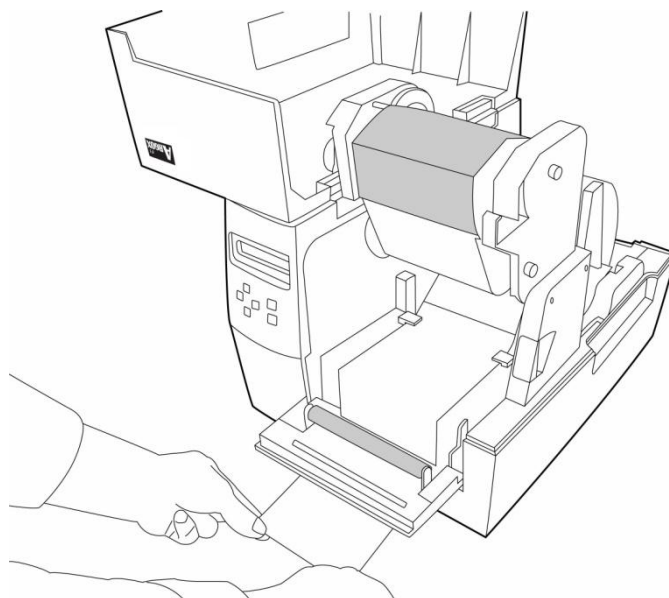

Figura 19
83. Passe o papel de apoio sobre a placa, então guie de volta através da fenda. Certifique-se de que a mídia esteja sob o módulo do descolador (Figura 19)